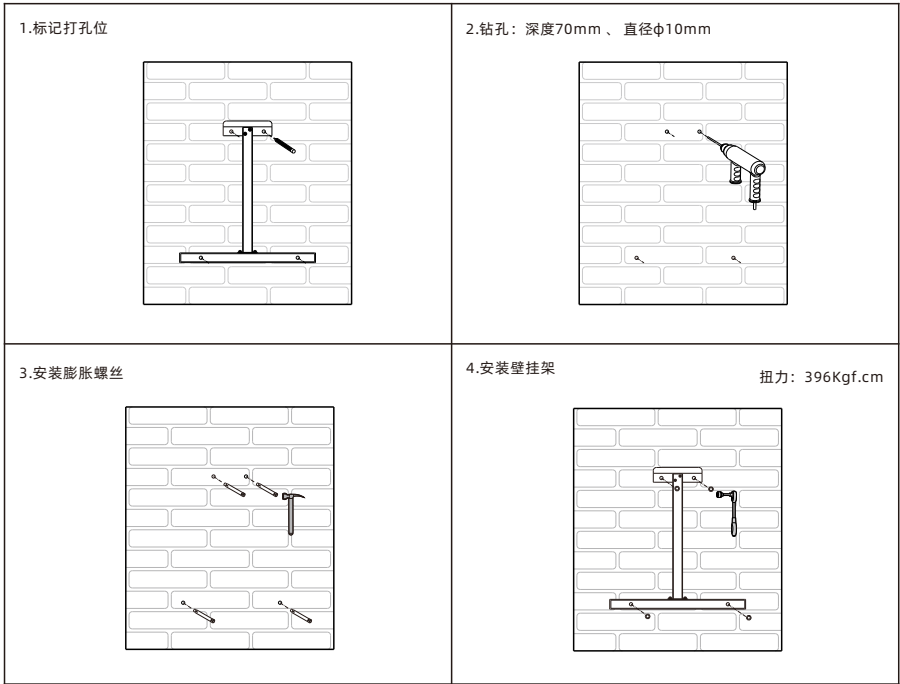

图 5.9 壁挂架安装示意图
**步骤 1:** 用壁挂架做模板，按照壁挂架上的螺丝孔位置在墙上打孔，并塞入膨胀螺栓。如下图 5.9所示；
**步骤 2:** 按照下图5.9所示用螺丝把壁挂架固定在墙壁上。